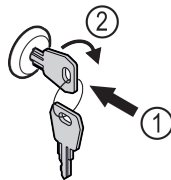

Fig. 178
- ▶ Shtyni çelësin brenda. Fig. 178 (1)
- ▶ Rrotulloni çelësin me 90° në drejtimin orar. Fig. 178 (2)